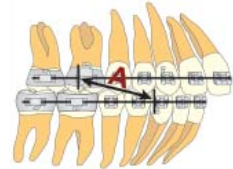

Figura 1.
- b. Misurare dal bordo distale dell'attacco del canino inferiore al bordo distale del tubo molare superiore (Figura 1).